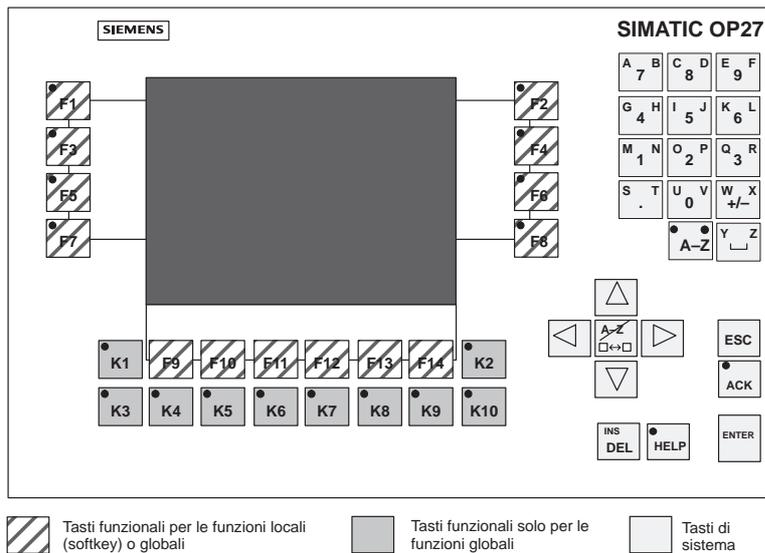

Figura 3-2 Disposizione dei blocchi di tasti per l'OP27
- all’OP27 → K1 fino a K10 e F1 fino a F14 (figura 3-2),
- all’OP27 → F1 fino a F14 (figura 3-2),